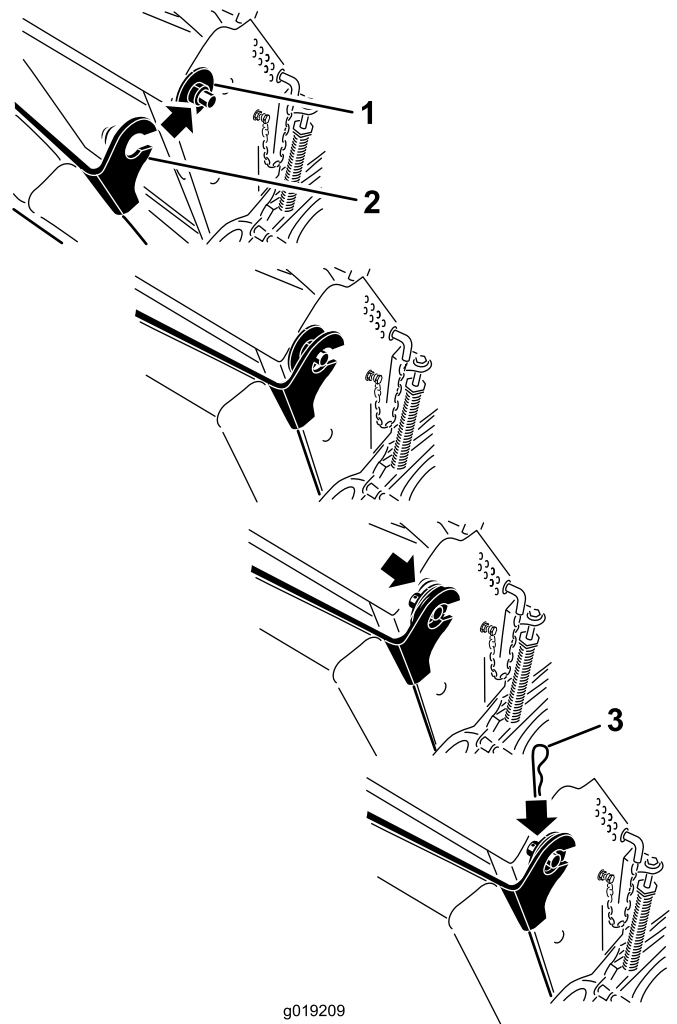

Figure 37
6. Relevez le coussin et engagez-le sur les goupilles de chaque côté de la machine (Figure 37).
7. Insérez les bagues en plastique des grandes rondelles dans les supports du coussin et fixez-les en place avec une goupille fendue (Figure 37).